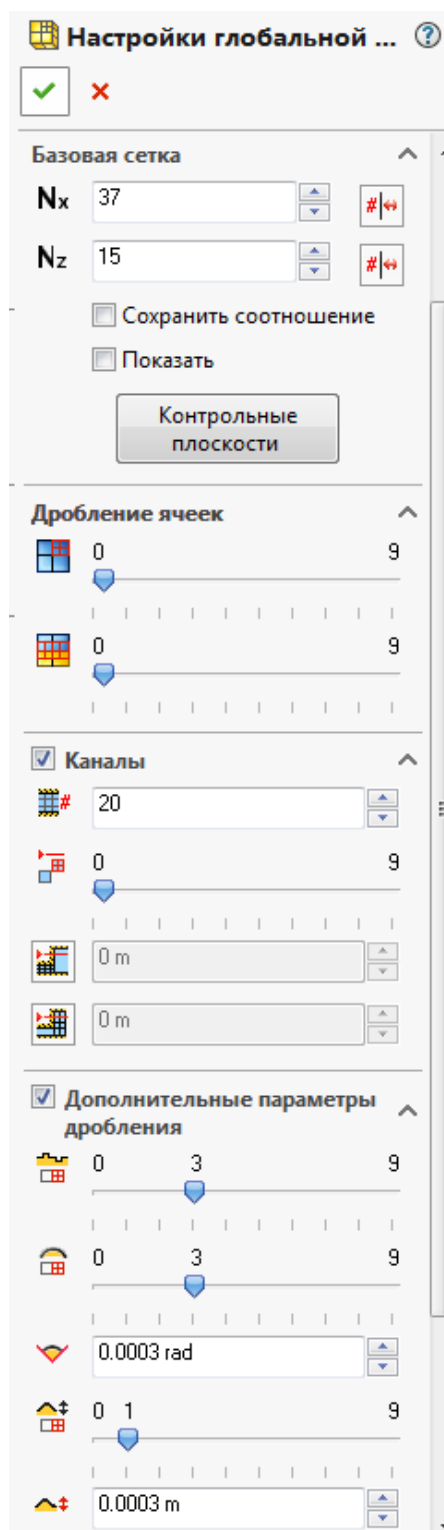

Рисунок 3.3.5
0.0003 м. В итоге меню настройки Глобальной сетки у Вас должна выглядеть следующим образом (рис. 3.3.5).